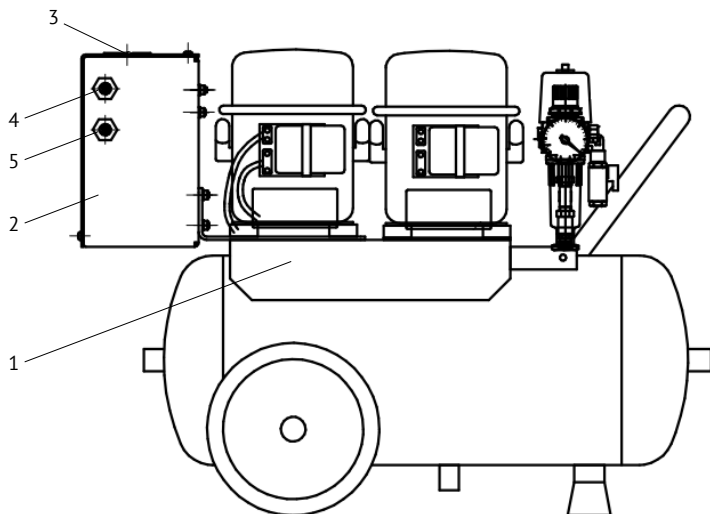

Рис. 1. Компрессор К-25 (схематичный):
4.1 Внешний вид компрессора показан на Рис. 1.
7.3.2 Соедините шлангом выходной штуцер компрессора с входом блока усилителя 4 Рис. 1.